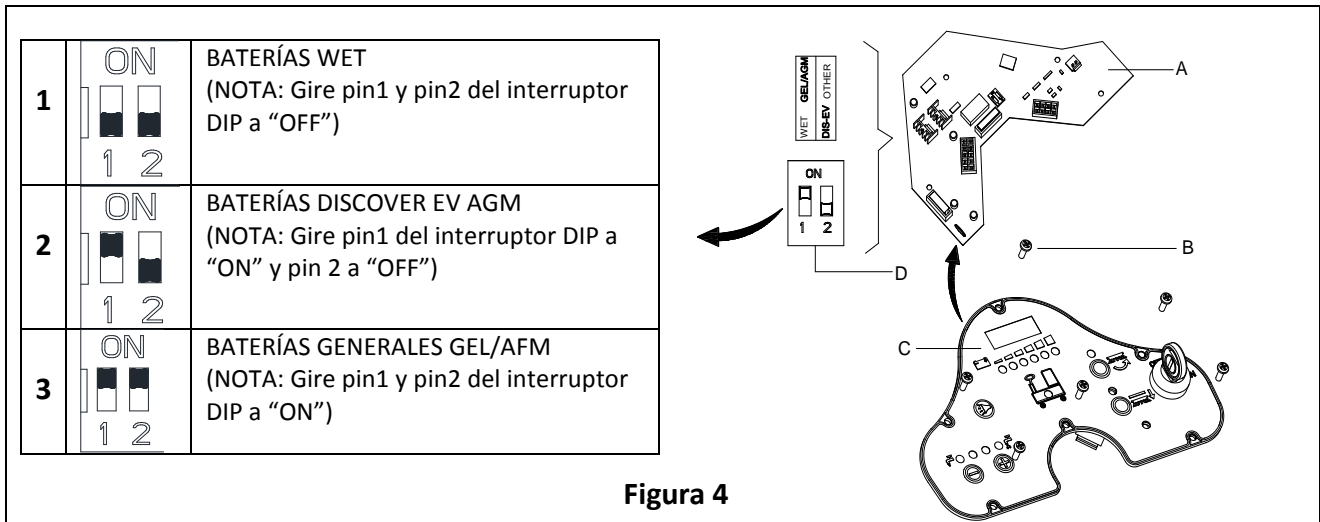

Figura 4
Cuando se instalen nuevas baterías, siga la Figura 4 para configurar el interruptor DIP, o las baterías pueden dañarse con la configuración errónea.
1. Inserte llave en interruptor (40) y gire hacia "ON", preste atención a lo siguiente durante los primeros segundos de arranque de la máquina:
- Si la luz verde (37) parpadea, la máquina está configurada para usar con baterías GEL/AGM.
- Si la luz amarilla (33) parpadea, la máquina está configurada para usar baterías Discover EV AGM.
- Si la luz roja (32) parpadea, la máquina está configurada para usar baterías WET.
4. Desatornille el tornillo (B, Figura 4) en el panel de control, luego gire el PCBA (A) en el panel para encontrar interruptor DIP (D), siga la Figura 4 para configurar DIP.